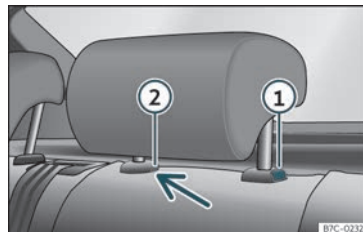

Fig. 99 Repousacabezas traseiro: desmontaxe.
- Prema a tecla»» fig. 99 ①, apertando á vez polo orificio do seguro ② cun desaparafusador plano de máximo 5 mm de anchura e retire o repousacabezas.